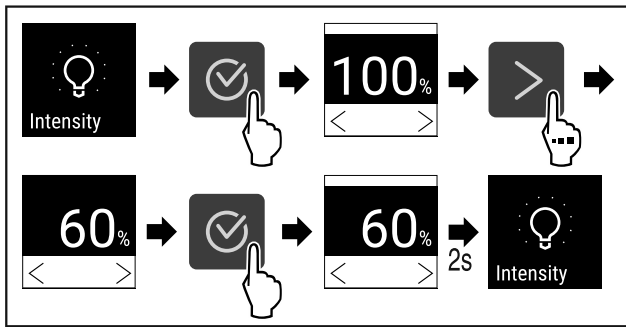

Fig. 72
- ▶ Végezze el a gyakorlati lépéseket (lásd Fig. 72) .